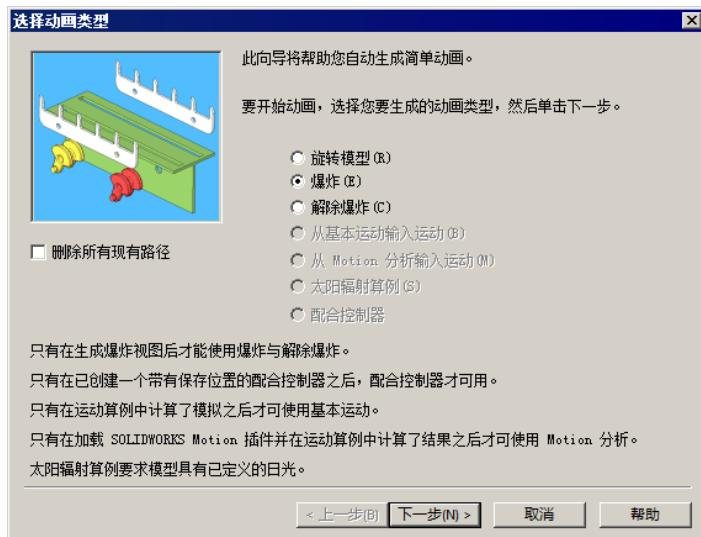

图 11.2.5 “选择动画类型”对话框
Step7. 在运动算例界面的工具栏中单击 按钮，系统弹出“选择动画类型”对话框，如图 11.2.5 所示，选择 爆炸 单选项。